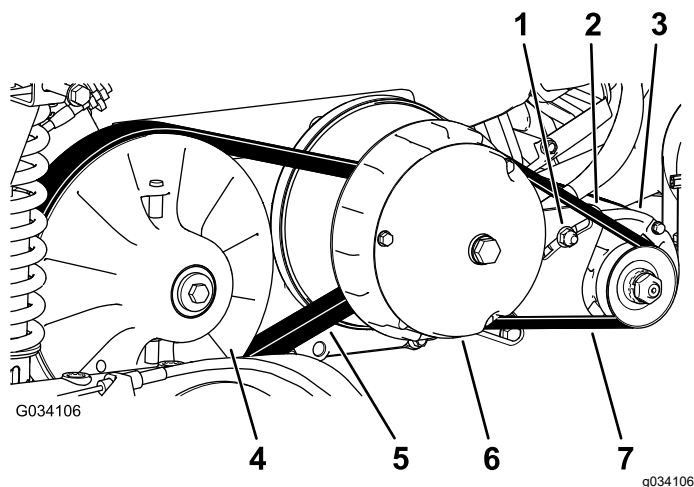

Figura 62
6. Gire el embrague secundario (Figura 62) para ver si rota libremente en la posición de ATRÁS.
4. Haga girar la correa e inspecciónela (Figura 62) para asegurarse de que no está excesivamente desgastada o dañada.
3. Haga girar la correa y llévela sobre el embrague secundario (Figura 62).
4. Retire la correa del embrague primario (Figura 62).
5. Coloque la correa nueva sobre el embrague primario (Figura 62).
6. Haga girar la correa y llévela sobre el embrague secundario (Figura 62).
2. Afloje la tuerca del pivote del generador de arranque (Figura 62).
4. Aplique presión hacia abajo sobre la palanca para hacer girar el motor de arranque hacia abajo en la ranura, hasta que la tensión de la correa solo permita una desviación de 6 mm con 44 N de fuerza (Figura 62).
5. Apriete la tuerca del pivote a mano y retire la palanca (Figura 62).